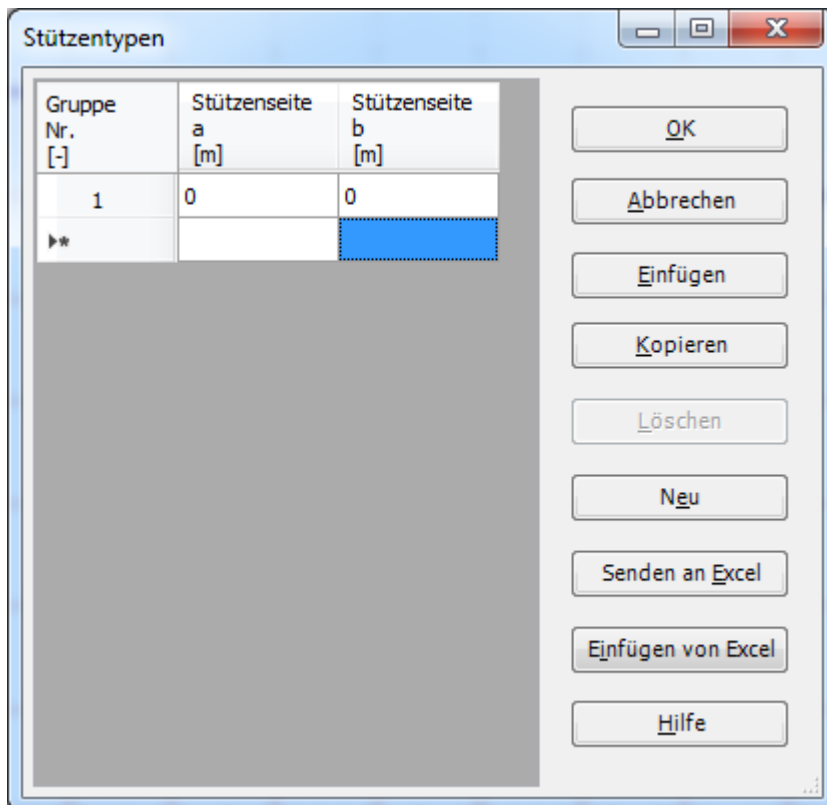

Bild 13.33 Listenfeld "Stütztypen"
- Das folgende Listenfeld im Bild 13.33 erscheint mit Standardwerten $a = 0.5$ [m] und $b = 0.5$ [m]